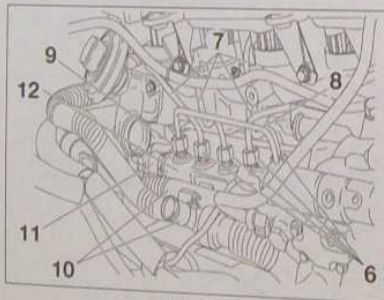

FIG.29
- Desserrer les raccords haute pression (6) et (9) (Fig.29).
- Débrancher le capteur haute pression (11) en bout de rampe.
- Déposer les canalisations haute pression (7) et (8).
- Déposer les vis de fixation de la rampe en dégageant les durit d'eau (10) pour avoir accès au vis.
- Déposer la rampe d'injection (12).